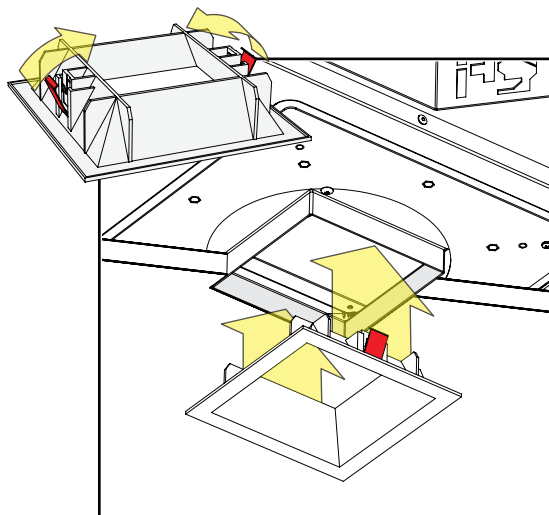

fig. 13
3. Comprimez les ressorts et poussez-les dans l'ouverture du spot jusqu'à ce que l'habillage affleure le plafond. Assurez-vous que les ressorts sont bien comprimés et entrent dans le collier et non autour du collier (voir la fig. 13).